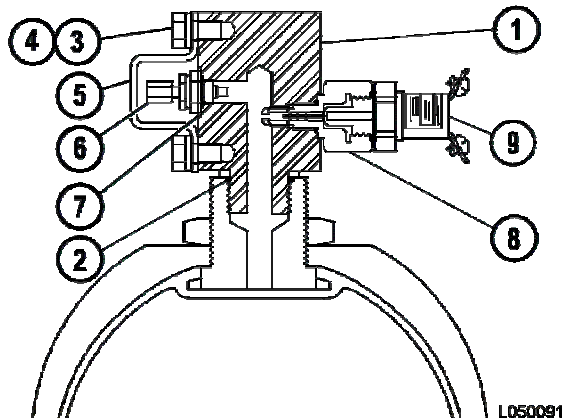

FIGURA 6-19. COMPONENTES DEL EXTREMO DE GAS
10. Si se sacó, instale la válvula de carga en el múltiple de gas (14). Luego apriete la tuerca hexagonal pequeña (4, Figura 6-19) a un torque de **5 N.m (45 in.lbs.)**.
- Apriete la tuerca giratoria hexagonal pequeña (4, Figura 6-19) a un torque de **14 N.m. (10 ft.lbs.)**.
- Instale la tapa de la válvula de carga (1) y apriete con la mano. Instale la cubierta de la válvula de carga y apriete los pernos a un torque de **40 N.m (25 ft.lbs.)**.
4. Sostenga el cuerpo de la válvula (6, Figura 6-19) con una llave mientras desatornilla la tuerca giratoria (4) tres vueltas completas con una segunda llave. Esto abrirá el cabezal móvil dentro de la válvula de gas.
6. Apriete la tuerca giratoria (4) con la mano para cerrar el cabezal móvil interno.
8. Sostenga la válvula de carga (6) con una llave y saque el conjunto de la tuerca giratoria.
9. Coloque la tapa de la válvula (1) en la válvula de carga y apriete con la mano e instale la protección de la válvula de gas.
7. Sostenga el cuerpo de la válvula (6, Figura 6-19) con una llave mientras desatornilla la tuerca giratoria (4) tres vueltas completas con una segunda llave. Esto abrirá el cabezal móvil dentro de la válvula de gas.